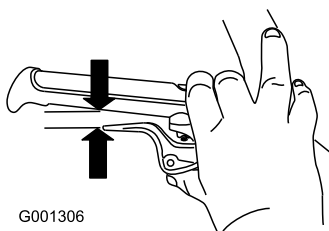

Figura9
5. Strângeți levierul complet, apoi verificați spațiul dintre partea de jos a mânerului și capătul levierului ambreiajului de roată (Figura9).